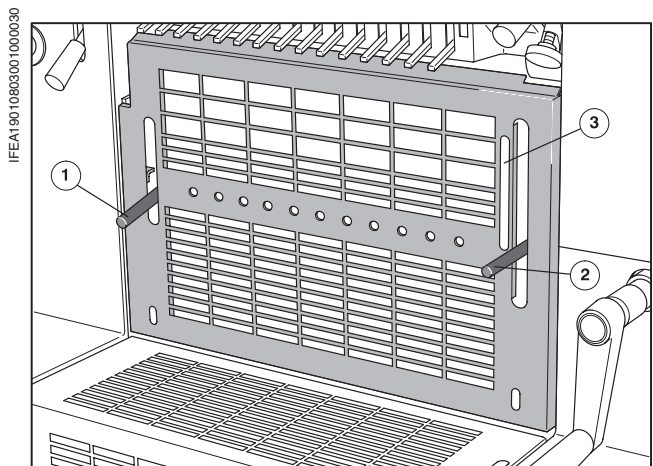

Рис. 21 Защитное ограждение красочного аппарата
- ❶ Установить ход **дуктора** с помощью рукоятки на стороне привода (Рис. 21/❶). Рычаг вниз: дуктор отключен; рычаг вверх: максимальный ход дуктора.
- ❷ Проворачивать **Дуктор** с помощью рукоятки на стороне обслуживания (Рис. 21/❷).
Через прорезь в защитном ограждении красочного аппарата (Рис. 21/❸) обеспечивается доступ к отверстию на валу, чтобы **включать или выключать передаточный валик** (см. следующий пункт).